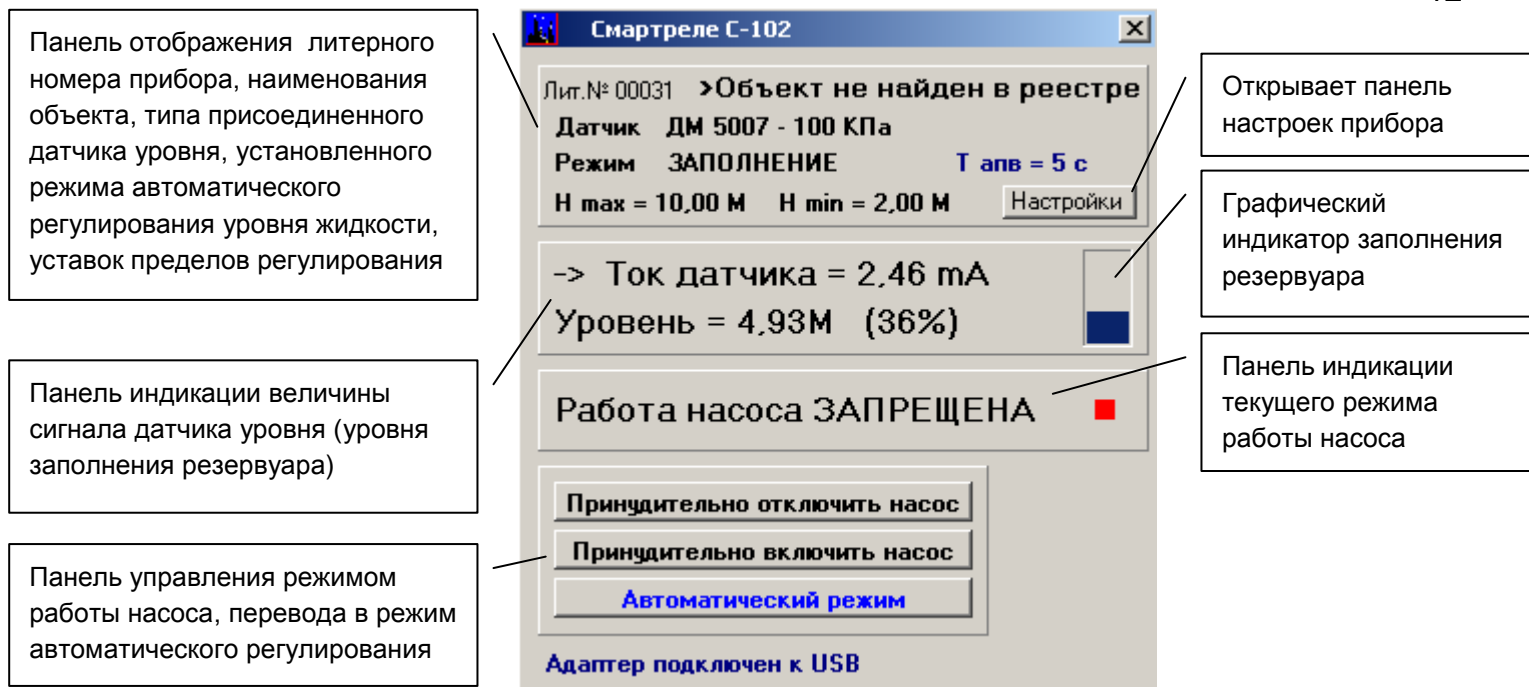
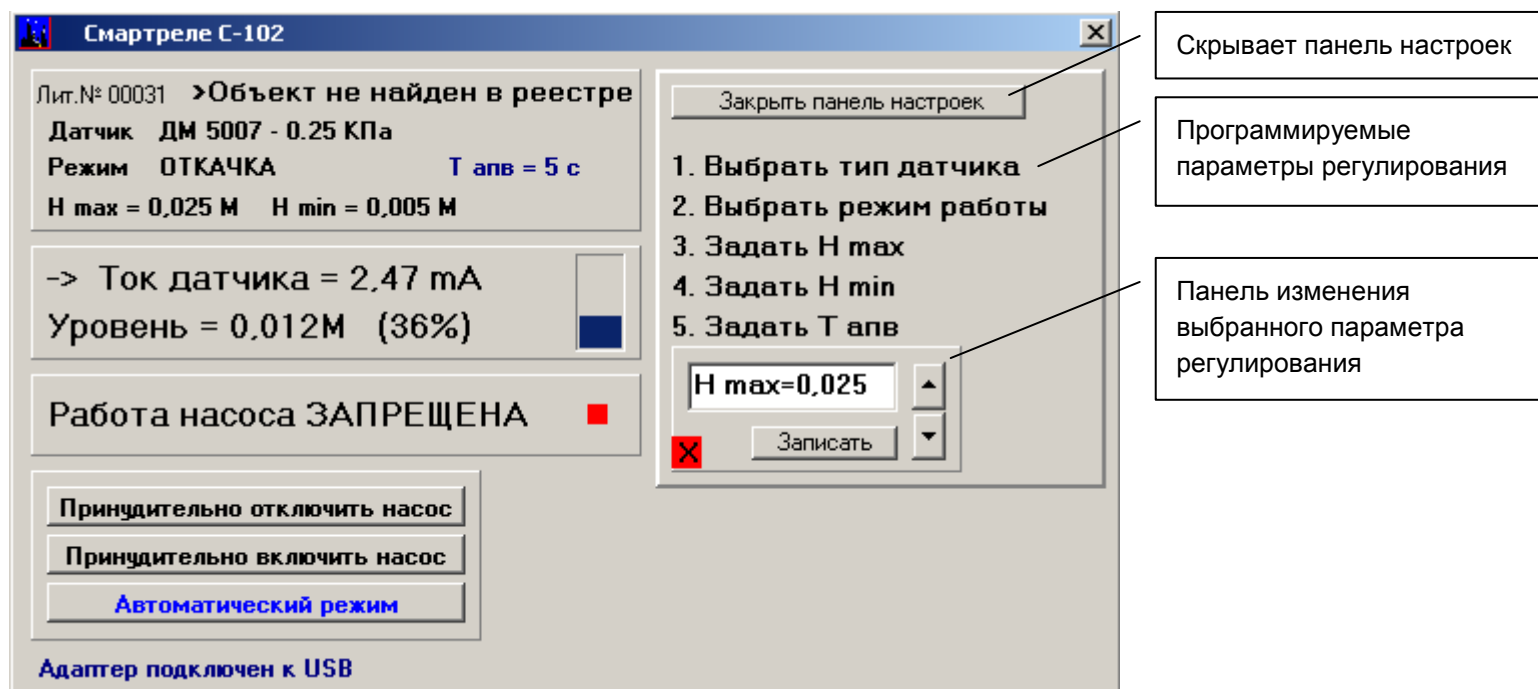

Рисунок 6 – внешний вид приложения настройки реле СМАРТРЕЛЕ С-101, СМАРТРЕЛЕ С-102, расположение и назначение основных управляющих элементов
Рисунок 7 – программирование параметров регулирования реле СМАРТРЕЛЕ С-101, СМАРТРЕЛЕ С-102
3. В открывшемся окне программы (рис.6) отображаются текущие параметры настройки реле.
8.4 При необходимости изменить настройки - нажать кнопку «Настройки» (рис. 6) – откроется дополнительная панель настроек (рис.7), на которой нужно выбрать необходимый параметр и задать новое значение, которое занесется в энергонезависимую (не изменяемую при отключении питания) память реле.